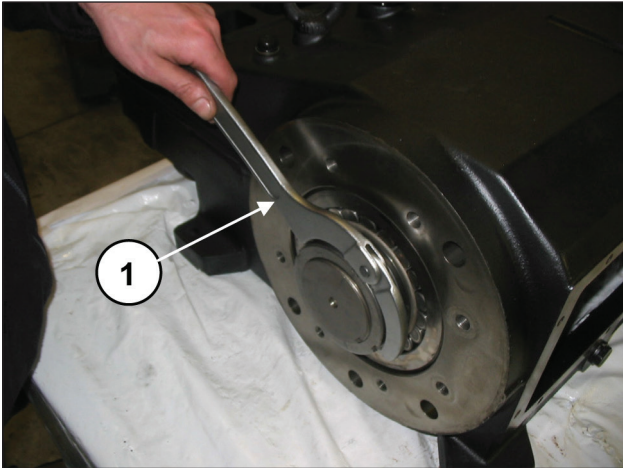
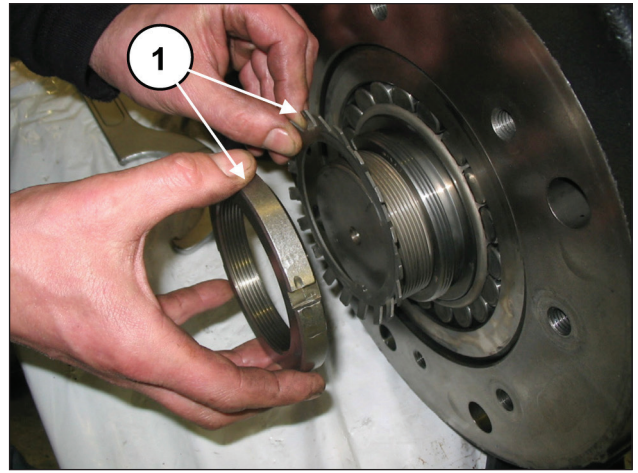

图18
图19
使用专用扳手，拧松锁定环形螺母 (①, 图18)，然后拆除环形螺母和安全垫圈 (①, 图19)。